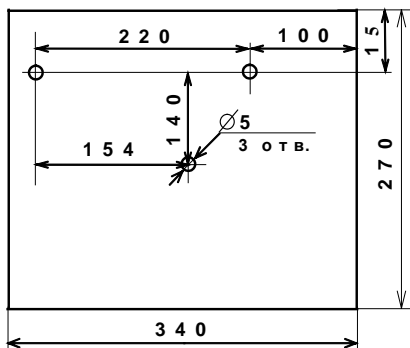

Рисунок 1
2.2.2 Закрепить РИП на стене в удобном месте. Габаритно-установочные размеры указаны на Рис. 1.